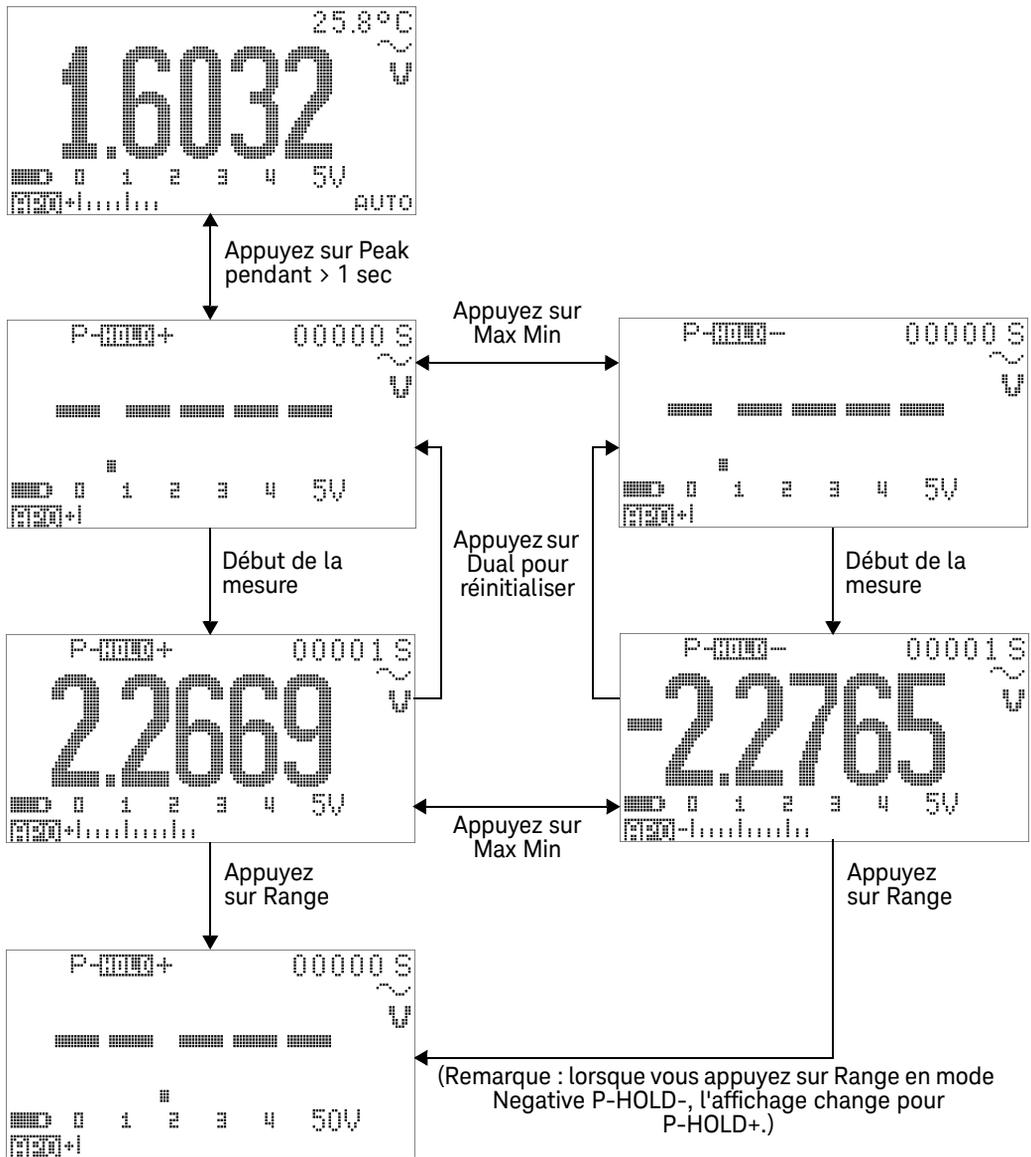

Figure 3-7 Fonctionnement en mode de gel de valeur de crête 1 ms
- 4 Dans l'exemple de mesure illustré à la Figure 3-7 à la page 98, le facteur de crête est $2,2669/1,6032 = 1,414$.